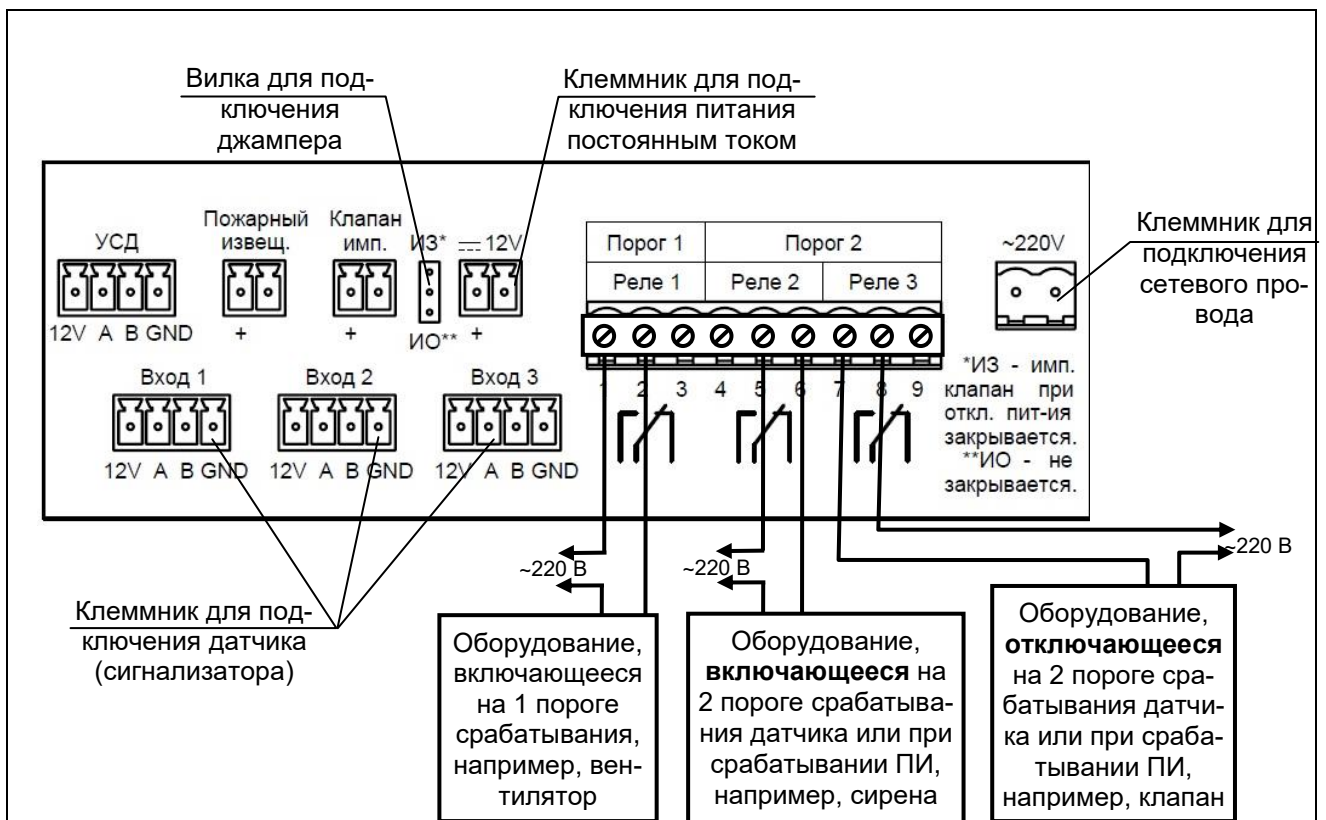

Рисунок 2 – Схема подключения внешнего оборудования к БПСУ
- надписи "Вход 1", "Вход 2", "Вход 3", "УСД", "12V А В GND", "Пожарный извещ.", "+". "Клапан имп.", "ИО", "ИЗ", "≈ 12 V", "≈220 V", "Порог 1", "Порог 2", "Реле 1", "Реле 2", "Реле 3", обозначения и порядковые номера контактов релейного выхода – соответственно расположению клеммников на плате БПСУ (см. рисунок 2).
2.3.4 По окончании автотестирования на датчиках (сигнализаторах) мигание зеленых светодиодов должно стать редким (≈1 раз в сек)). Нажать кнопку "Управление", чтобы подать питание на встроенные реле (Реле 2 и Реле 3 – см. рисунок 2). Должен загореться светодиод "Клапан" на БПСУ. Открыть клапан в соответствии с его эксплуатационным документом (при наличии ручного взвода).